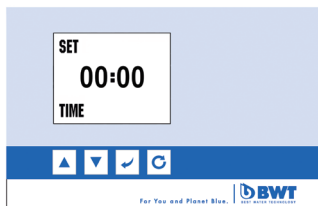

Fig1
1. De tijd van de dag instellen (zie afbeelding 1) .